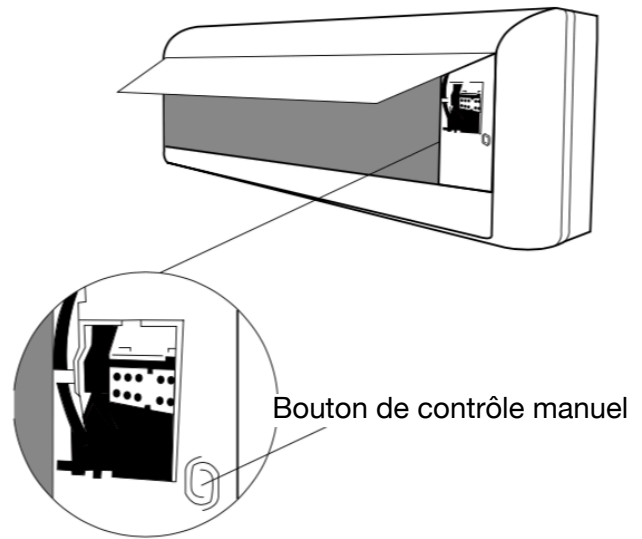

Fig.8.1
2. Le bouton **CONTRÔLE MANUEL** se trouve sur le côté droit de l'appareil. Appuyez deux fois sur cette touche pour sélectionner la fonction REFROIDISSEMENT. Voir **Fig.8.1**.